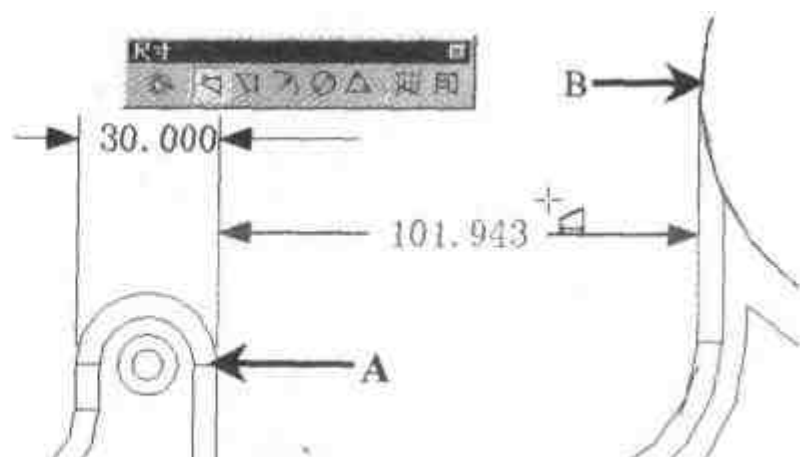

图 2.65 添加点到线的标注
- (2) 单击【尺寸】工具条上的【水平标注】按钮, 先后单击如图 2.65 所示的两个位置 A、B, 添加点到线的智能标注。请注意该尺寸是从点到直线的垂直距离。